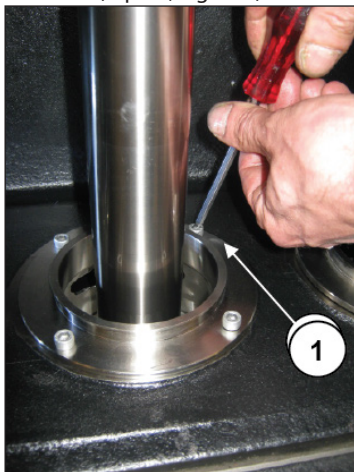

Fig. 157
Retirer le soufflet et dévisser les quatre vis M6 de fixation des trois brides du soufflet (rep. ①, Fig. 157).